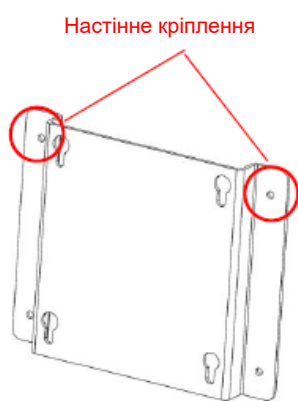

Рисунок 1
- Визначивши місце розташування діаграми, встановіть кронштейн на стіні. (Довідка, відмічене розташування кронштейна для настінного кріплення рис. 1)